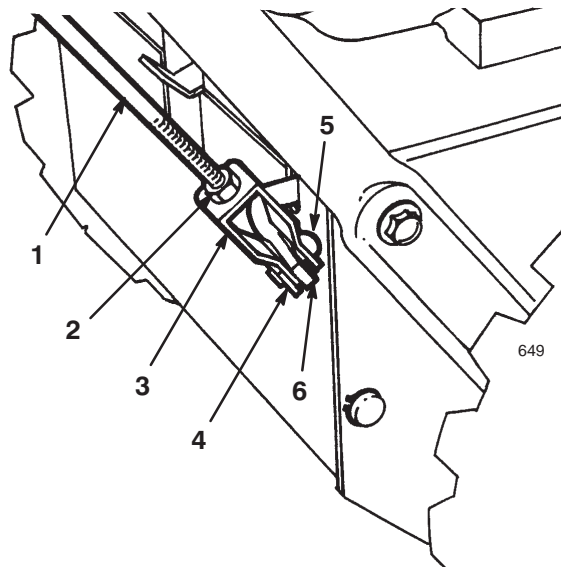

Bild 7
1. Lösen Sie die Gegenmutter über dem Bügel auf der oberen Betätigungsstange (Bild 7).
2. Richten Sie die Öffnungen im Bügel auf die Öffnungen der unteren Betätigungsstange aus und führen Sie den Gabelbügelzapfen ein (Bild 7).
- C. Drehen Sie den Lastösenbolzen nach oben oder unten, um den Abstand zwischen der Oberkante des Handgriffs und der Unterkante des Steuerhebels für den Antrieb von Schnecke/Gebläserad (Bild 7) zu erhöhen oder zu verringern.
6. Wenn die Einstellung korrekt ist, bauen Sie den Ösenbolzen ein und sichern ihn mit dem Splint (Bild 7).
7. Ziehen Sie zum Sichern des Bügels die Gegenmutter fest (Bild 7).